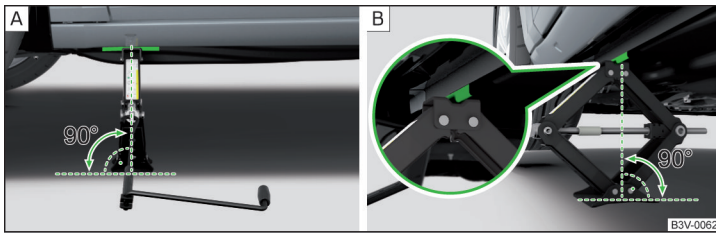

Abb. 228 Prinzipdarstellung: Wagenheber ansetzen
- › Die Grundplatte des Wagenhebers mit ihrer gesamten Fläche auf einem geraden Untergrund abstützen und sicherstellen, dass sich der Heber in senkrechter Position zum Aufnahmepunkt befindet » Abb. 228 - [A].
- › Den Wagenheber unter dem Aufnahmepunkt mit der Kurbel so weit hoch drehen, bis seine Klaue den Steg umfasst » Abb. 228 - [B].